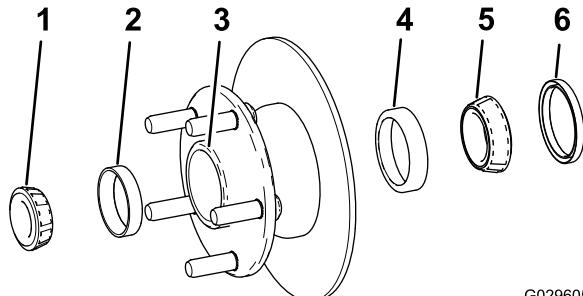

Figura 30
1. Rimuovete il cuscinetto esterno e il relativo anello dal mozzo (Figura 30).
2. Rimuovete la guarnizione, il cuscinetto interno e il relativo anello dal mozzo (Figura 30).
5. Pulite la cavità del mozzo da tutto il grasso, la sporcizia e i detriti (Figura 30).
7. Montate gli anelli dei cuscinetti interni ed esterni nel mozzo (Figura 30).
8. Riempite la cavità del mozzo per il 50%-80% di grasso specificato (Figura 30).
9. Montate il cuscinetto interno sull'anello sul lato interno del mozzo e montate la guarnizione (Figura 30).